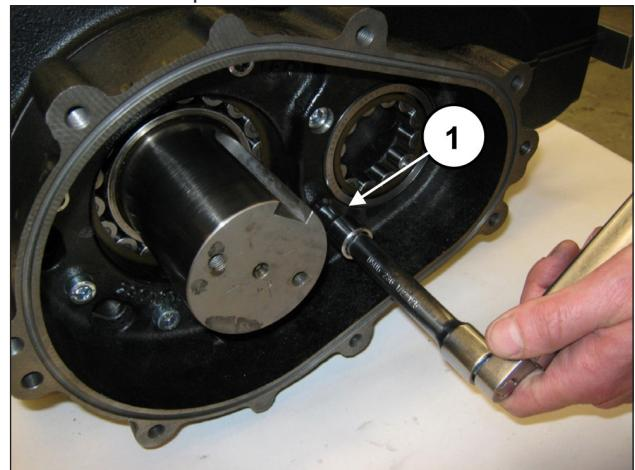

Fig. 66
Serrer les 8 vis M10x40 (rep. ①, Fig. 66).